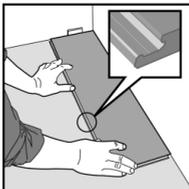
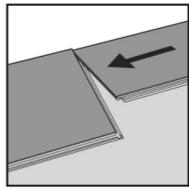
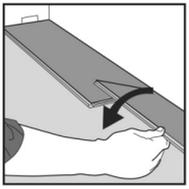
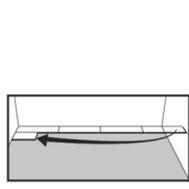

Fig. 1
Fig. 2
Fig. 3
Fig. 4
- Commencer la pose du revêtement de sol dans le coin gauche de la pièce. Installer à sec quelques rangées (sans colle ou clous/agrafes) avant d'amorcer l'installation afin de confirmer le choix de la disposition et la justesse de la ligne de travail. Placer la première rangée de façon à ce que le rebord languette soit orienté vers le mur. Entreprendre l'installation de la première rangée en posant une planche à plat sur le sous-plancher (fig. 1). Aligner l'extrémité de la deuxième planche (fig. 2) avec la première et la rabattre vers le bas sur l'extrémité de la première (fig. 3). Répéter cette étape pour la pose des planches restantes de la première rangée. Si la dernière planche de la rangée doit être coupée, utiliser la portion en excédant pour commencer la prochaine rangée (fig. 4). Si ce morceau mesure moins de 12", le mettre au rebut et utiliser une des planches de début de rangée pré-coupées comprises dans la boîte, ou couper une nouvelle planche à une longueur différente (de plus de 12") et l'utiliser pour commencer la prochaine rangée.
- Commencer la pose du revêtement de sol dans le coin gauche de la pièce. TOUTES LES PLANCHES DOIVENT ÊTRE INSTALLÉES AVEC LA RIVE LANGUETTE ORIENTÉE VERS LE MUR (voir la figure 1).
- Entreprendre l'installation de la première rangée en posant une planche à plat sur le sous-plancher (figure 1). Aligner l'extrémité de la deuxième planche avec la première et la rabattre vers le bas sur l'extrémité de la première. Couper la dernière planche à la longueur requise ou utiliser une planche de fin de rang fournie dans la boîte. Si la retaille est de 12" et plus, l'utiliser pour commencer la prochaine rangée, ou utiliser une planche de départ pré-coupée comprise dans la boîte (figures 2 et 3).